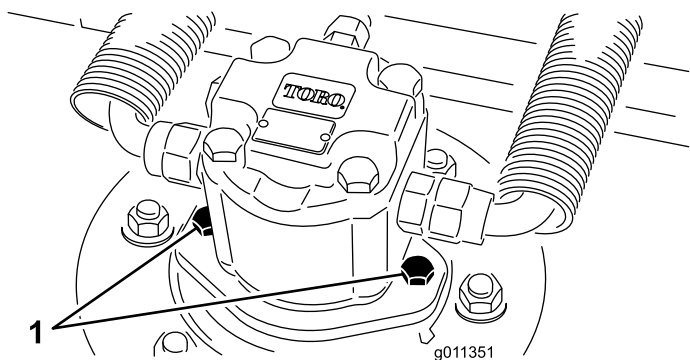

Figura 97
2. Desconecte el motor hidráulico y retírelo de la carcasa (Figura 97). Tape la parte superior del eje para evitar la contaminación.
3. Instale el motor hidráulico en la carcasa (Figura 97). Asegúrese de que la junta tórica está correctamente colocada y que no está dañada.